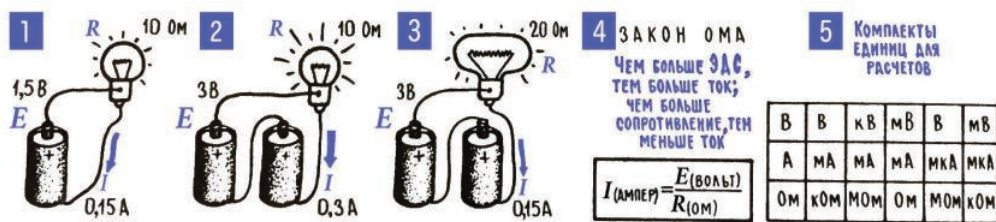

Рис. 4.1. Закон Ома
Закон Ома не относится к числу фундаментальных законов природы. Он рассказывает о довольно узком круге явлений в достаточно скромной системе – в электрической цепи. Рассказывает о том, как электрический ток в этой цепи зависит от действия генератора (ЭДС) и от свойств самой цепи (сопротивление). Зависимости эти, утверждает закон Ома, очень просты: ток прямо пропорционален электродвижущей силе генератора и обратно пропорционален сопротивлению цепи (рис. 4.1).
2. Из закона Ома можно получить две удобные расчетные формулы для вычисления ЭДС и сопротивления цепи. Все, о чем говорит закон Ома, можно записать в виде короткого алгебраического выражения, так называемой формулы. Для этого прежде всего введем условные обозначения – ЭДС обозначим буквой  $E$ , ток – буквой  $I$  и сопротивление буквой  $R$ . Краткая алгебраическая запись, формула закона Ома, приведена на рис. 4.1; 4. Из формулы видно, что ток  $I$  зависит от двух величин: от электродвижущей силы  $E$  и сопротивления  $R$ . В этой зависимости  $E$  находится в числи-